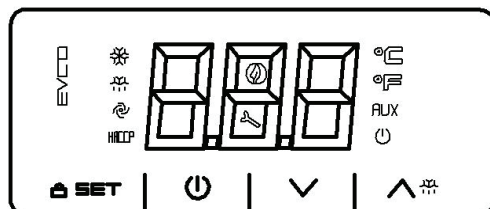

Рис. 2 Блок управления EV3B22
7.2.1.1 Контроллер EV3B22 обеспечивает: поддержание температурного режима в камере, индикацию температуры, включение звуковой сигнализации при выходе температуры в камере за установленные пределы, автоматическое отключением вентилятора при открытой двери холодильника. Датчик температуры размещается внутри камеры холодильника. Органы управления выведены на панель управления холодильника (рис.2):